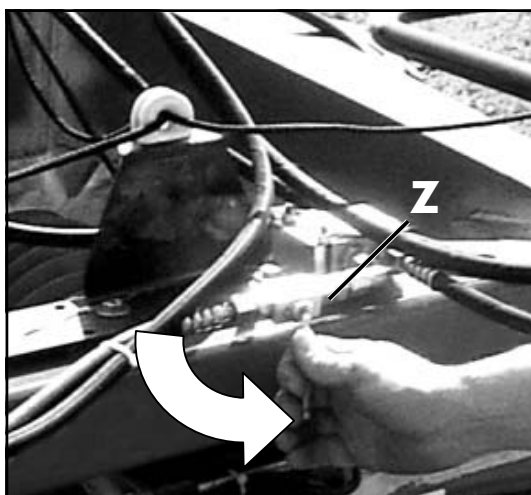

Fig. 3-13
4. Fermer le robinet à bille (Z) afin d'éviter la descente et le relevage des machines latérales (les vérins de gauche et de droite des machines latérales sont reliés entre eux) (fig. 3-13).